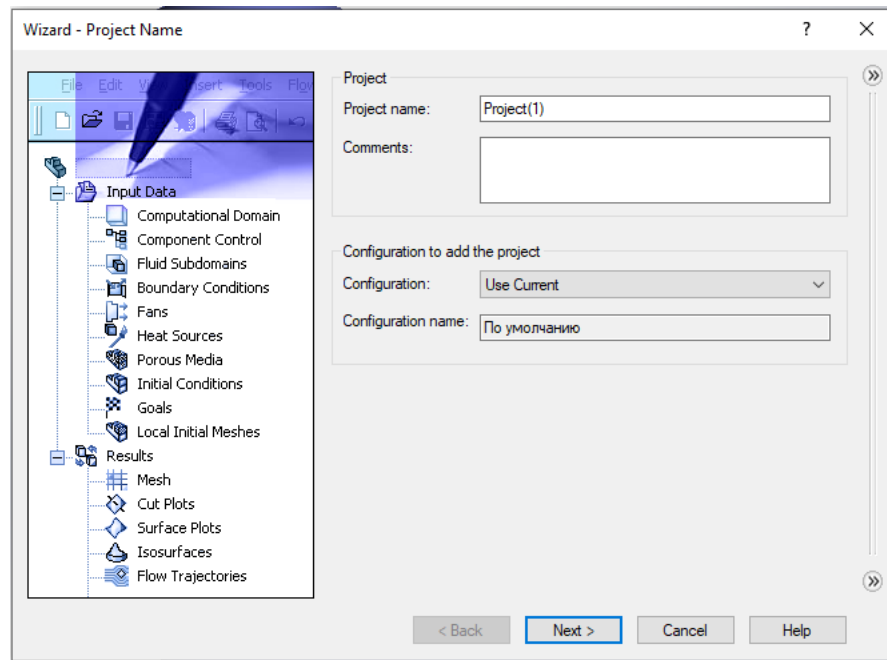

Рисунок 10.2 – Створення нового проекту
2. У вікні, що з'явиться, виберіть **Create new** (Створити новий) для створення нової конфігурації та назвіть її **Project 1** (рис. 10.2). Flow Simulation створить нову конфігурацію та збереже всі дані в новій папці. Натисніть **Next** (Далі).